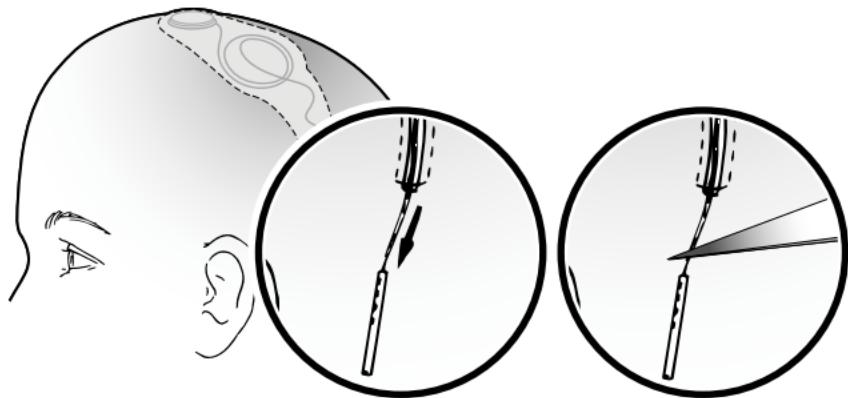

Abbildung 14. Herausziehen des äußeren Teils der perkutanen Verlängerung
1. Den äußeren Teil der perkutanen Verlängerung an der Durchtrittsstelle durch die Haut ca. 1 cm (0,4 Zoll) herausziehen (Abbildung 14).